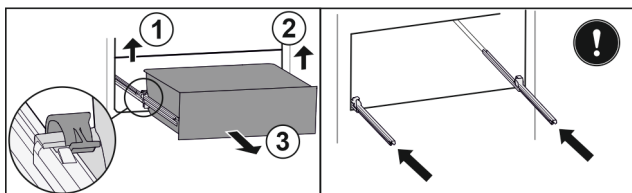

Fig. 93
- ▶ Zvedněte levou svorku a současně vytáhněte zásuvku vlevo dopředu. Fig. 93 (1)
- ▶ Zvedněte pravou svorku a současně vytáhněte zásuvku vpravo dopředu. Fig. 93 (2)
- ▶ Vyjměte zásuvku dopředu. Fig. 93 (3)